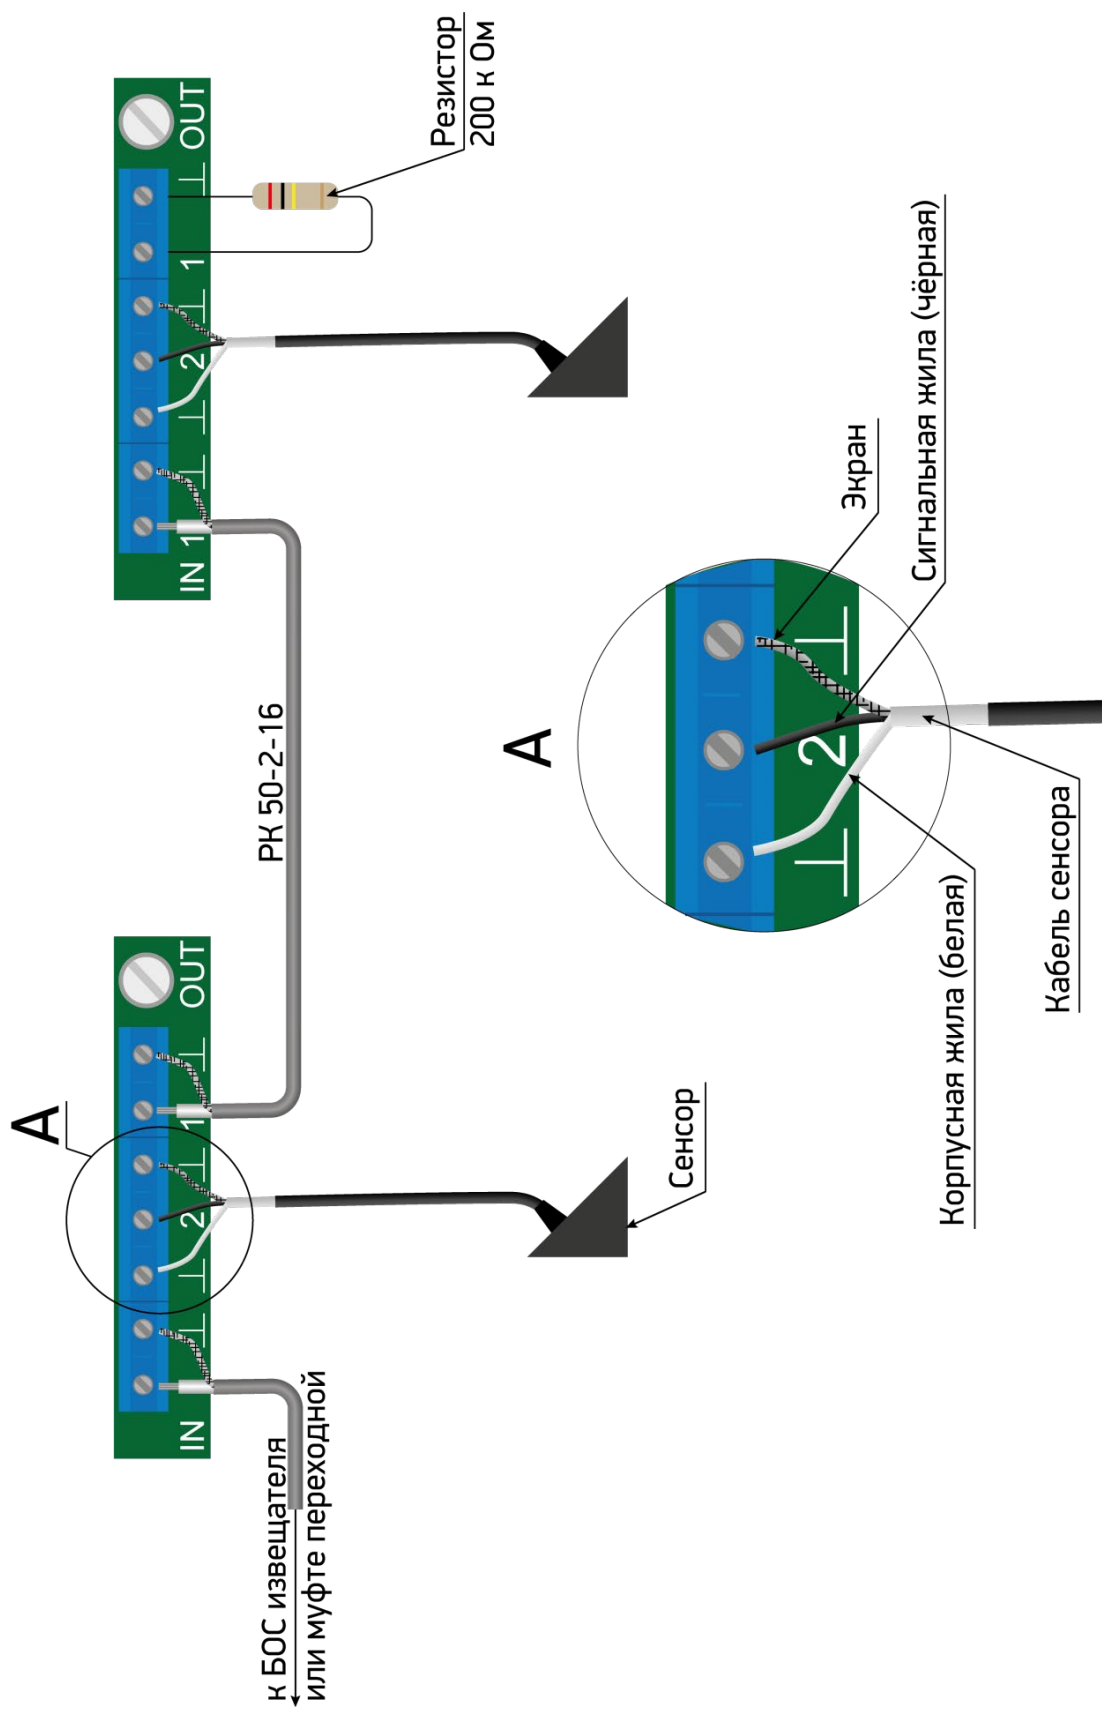

Рисунок 4.49
– центральную жилу кабеля соединительного РК предназначенного для подключения к входу БОС, либо к муфте переходной (в зависимости от проекта) подключить к клемме «1 In», экранирующую оплетку к клемме «⊥» (рисунок 4.49);
– подключить сигнальную жилу кабеля сенсора к клемме «2», вторую жилу и экран кабеля сенсора подключить к двум крайним клеммам «⊥» (рисунок 4.49)
– центральную жилу кабеля соединительного РК предназначенного для подключения к следующему РЧС-Т, подключить к клемме «1 Out», экранирующую оплетку к клемме «⊥» (рисунок 4.49);